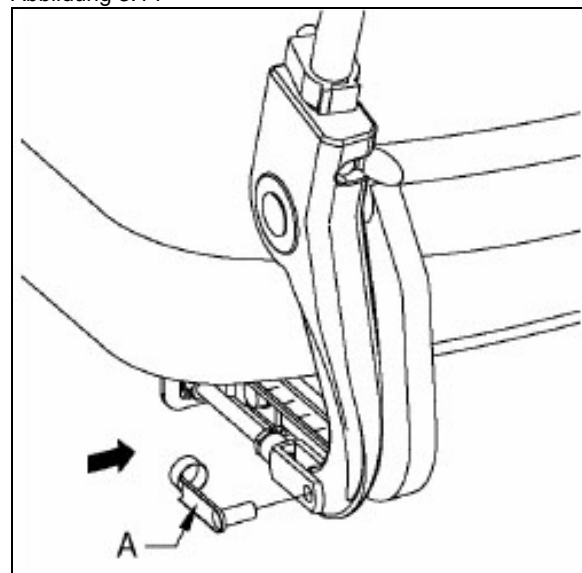

Abbildung 3.15
1. Hebeln Sie die Sicherungsklemme (Abb. 3.15 - A) von der Stellstange.